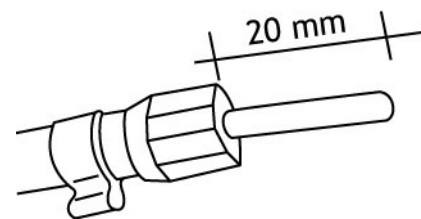

Fig.2
- pousser le guide fil pour que celui-ci soit en pression et couper à 20 mm de la face avant du raccord (fig.2).